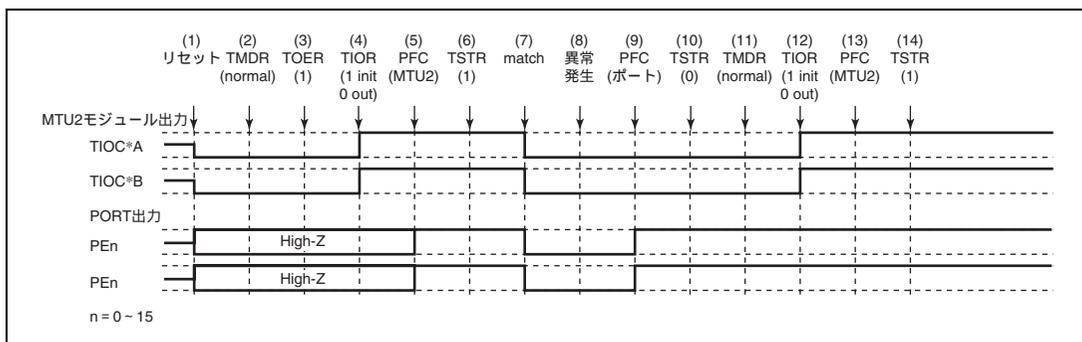

図 9.124 ノーマルモードで異常が発生し、ノーマルモードで復帰する場合
ノーマルモードで異常が発生し、再設定後ノーマルモードで再スタートする場合の説明図を図 9.124 に示します。
(1) ~ (10) は図 9.124 と共通です。
(11) PWM モード 1 を設定します。
(12) TIOR で端子を初期化してください (PWM モード 1 では TIOC*B 側は初期化されません。初期化したい場合はノーマルモードで初期化した後、PWM モード 1 に遷移してください)。
(13) PFC で MTU2 出力としてください。
(14) TSTR で再スタートします。
(11) PWM モード 2 を設定します。
(12) TIOR で端子を初期化してください (PWM モード 2 では周期レジスタの端子は初期化されません。初期化したい場合にはノーマルモードで初期化した後 PWM モード 2 に遷移してください)。
(11) 位相計数モードを設定します。
(12) TIOR で端子を初期化してください。
(11) TIOR でノーマルモードの波形生成部を初期化してください。
(12) TIOR でノーマルモードの波形生成部の動作を禁止してください。
(13) TOER でチャンネル 3、4 の出力を禁止してください。
(14) TOCR で相補 PWM の出力レベルと周期出力の許可禁止を選択してください。
(15) 相補 PWM を設定します。
(16) TOER でチャンネル 3、4 の出力を許可してください。
(17) PFC で MTU2 出力としてください。
(18) TSTR で再スタートします。
(1) ~ (13) は図 9.124 と共通です。
(14) TOCR でリセット同期 PWM の出力レベルと周期出力の許可禁止を選択してください。
(15) リセット同期 PWM を設定します。